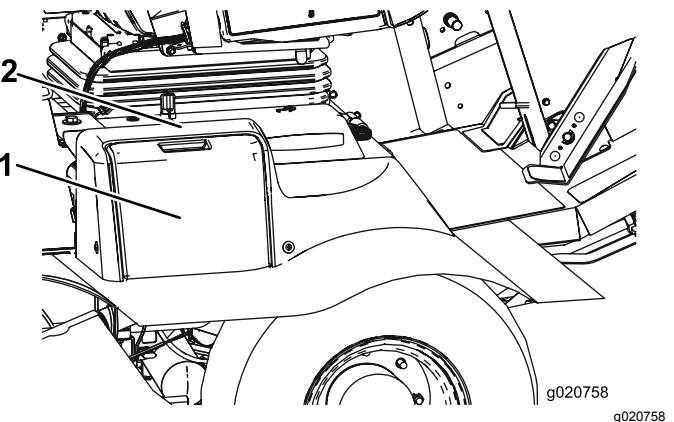

Bild 81
1. Öffnen Sie die Batterieabdeckung (Bild 81). an der Seite der Motorhaube.
Hinweis: Üben Sie Druck auf die flache Oberfläche über der Batterieabdeckung aus, um das Entfernen zu erleichtern (Bild 81).